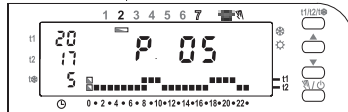

Fig. 10
When **OK** is pressed to confirm, the program set for Monday is saved in the memory, the dash will blink under **Tuesday** (2) and the two digits relative to the time 00:00 will blink over the temperature scale for the previous day (fig. 10).
La confirmation (**OK**) fixe en mémoire le programme introduit (pour lundi) et l'afficheur fait clignoter un tiret sous le **mardi** (2) et les 2 chiffres au niveau de l'heure 00:00, superposés à l'échelle thermique programmée pour la veille (fig. 10).
Durch die Bestätigung (**OK**) wird das eingegebene Programm (Montag) gespeichert und auf der Anzeige blinken der Strich unter **Dienstag** (2) und die zwei Zahlen 00:00, die sich auf die Uhrzeit beziehen. Darüber wird die Temperaturskala des vorhergehenden Tages wiedergegeben (fig. 10).
La conferma (**OK**) fisserà in memoria il programma impostato (per lunedì) e sul display apparirà lampeggiante il trattino sotto il giorno di **martedì** (2) e lampeggianti i 2 digit in corrispondenza dell'ora 00:00, sovrapposti alla scala termica programmata per il giorno precedente (fig. 10).
La conferma (**OK**) guarda in la memoria il programma del lunedì e in el display empezan a parpadear el guión debajo del día **martes** (2) y los segmentos de la hora 00:00 ubicados por encima de la escala térmica programada para el día anterior (fig. 10).